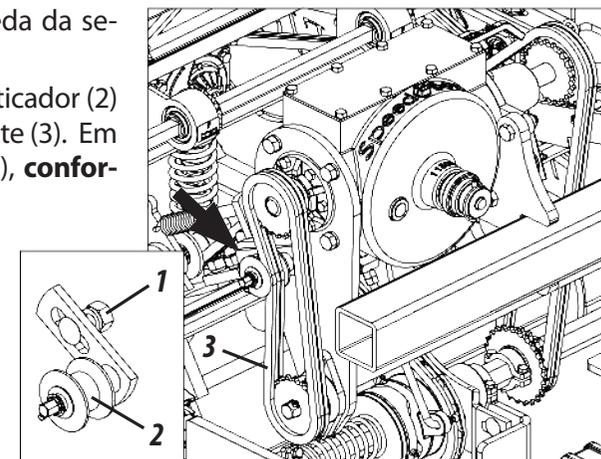

Figura 61
TENSÃO DAS CORRENTES (FIGURA 61)
- 1- Solte a porca (1), deslize o esticador (2) ajustando a tensão da corrente (3). Em seguida, reaperte a porca (1), **conforme mostra a figura 61.**